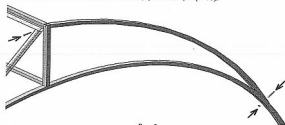

Рис. 5
- винтом М4х35 через отверстие вверху рамы форточек крепим торцы дуг (см. рис. 5).
Винтом М4х35 и гайкой стягиваем верхнюю дугу и дугу теплицы (см. рис. 5).